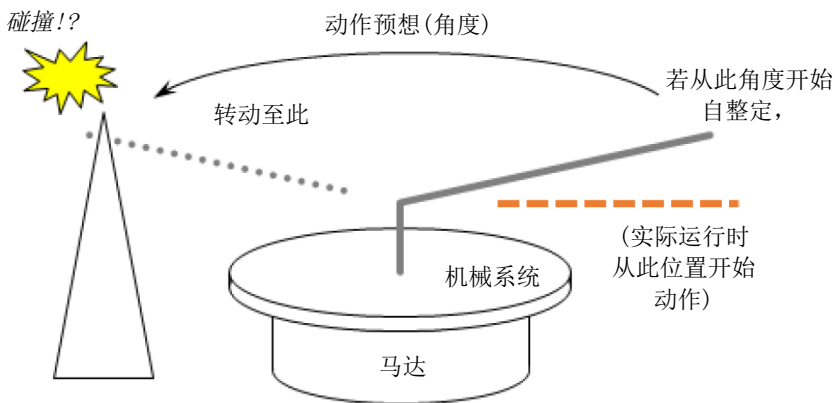

图 3-3 从不适当的位置开始自整定时与周围构造物碰撞之虞
- 若从不适当的位置或角度开始动作，及指定不适当的动作方向而执行自整定，则在实际运行时恐会有与理应不会碰撞的制动器或周围构造物碰撞之虞(参照图3-3)。请对于基于马达动作量(参照3-1-4节)的机械系统的预想动作，以与制动器等离开足够距离的方式，充分注意开始位置、角度和动作方向执行操作。